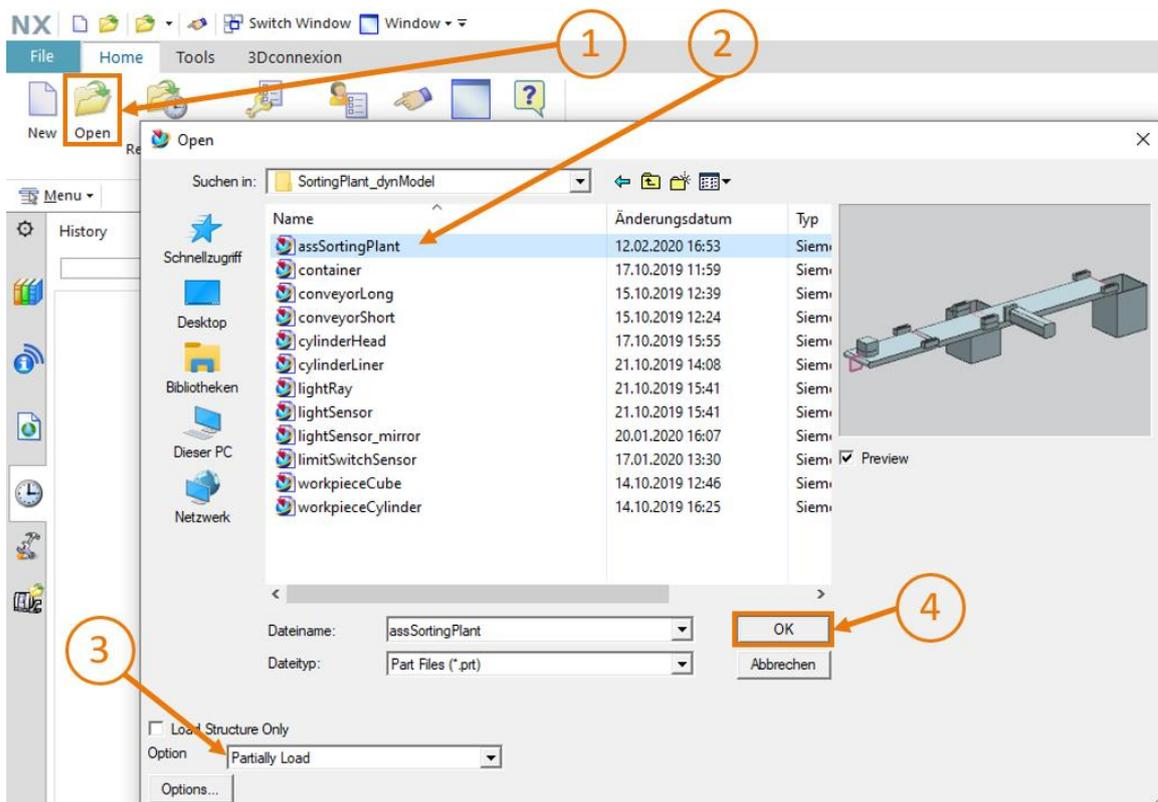

Figura 4: Apertura di un assieme in NX
- Avviare NX e attendere che il programma si apra e compaia la scheda Home. Fare clic sul pulsante "Open" (Apri) (vedi Figura 4, step 1) e aprire la cartella creata. Si vede l'elenco delle parti realizzate nel modulo 5. Selezionare l'assieme "assSortingPlant" che include il modello 3D dinamico completo dell'impianto di smistamento (vedi Figura 4, step 2). Selezionare l'opzione "Partially Load" (Carica parzialmente) (vedi Figura 4, step 3) in modo da caricare solo i modelli e le proprietà dinamiche dei componenti singoli dell'assieme e non eventuali disegni e sistemi di coordinate. Confermare la selezione con un clic su "OK" (vedi Figura 4, step 4).